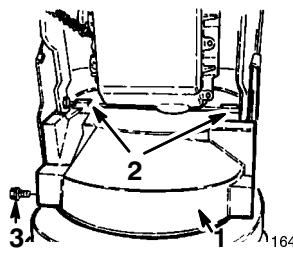

Figure 3
7. Montez le carter de courroie inférieur au dessous du carter de tarière/roue hélice et au châssis moteur à l'aide de 2 boulons à embase de 13 mm (1/2") (Fig. 3). Accrochez les pattes de montage du carter de courroie derrière la traverse du châssis.